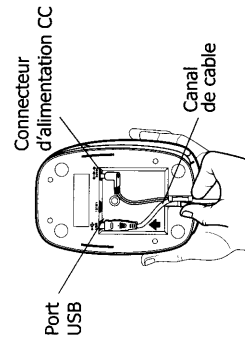

Figure 4
- 2 Branchez l'adaptateur de courant dans le connecteur d'alimentation situé au bas de l'imprimante. Reportez-vous à la Figure 4. Assurez-vous d'enfoncer l'adaptateur complètement.
- 1 Puis branchez le câble USB à la LabelWriter (Figure 4).